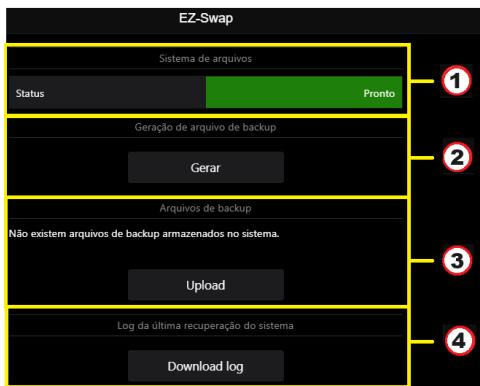

Figura 73 – Página de configuração EZ-Swap via Alfa Web Monitor
A geração do arquivo de recuperação do sistema (EZ-File) é muito simples. Para que esta ação seja efetiva o canal de pesagem deve estar habilitado. Através do submenu EZ-Swap, pressionar o botão **Gerar** indicado no item 2 da Figura 73. Neste momento, o sistema deve retornar uma caixa de texto para o usuário especificar o nome do arquivo de recuperação a ser gerado. Ao confirmar a geração com o nome dado, o sistema deve carregar na lista de “Arquivo de backup” o novo arquivo gerado. Este arquivo pode, caso desejado, ser baixado no computador que está executando o Alfa Web Monitor pressionando o botão **Download**.